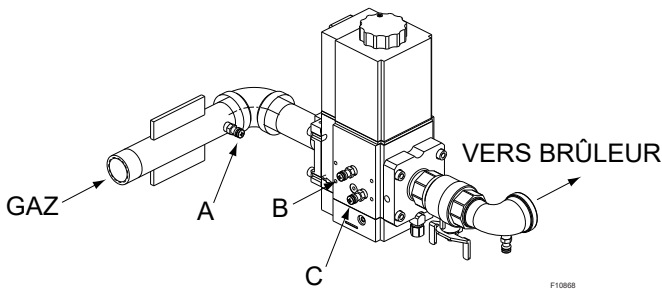

Figure 43. Emplacements de mesure de pression de gaz
2. Connectez un manomètre gradué de 12 po à un point de purge situé en amont, sur le tuyau d'alimentation en gaz de la chaudière (point de mesure "A", **Figure 43**).